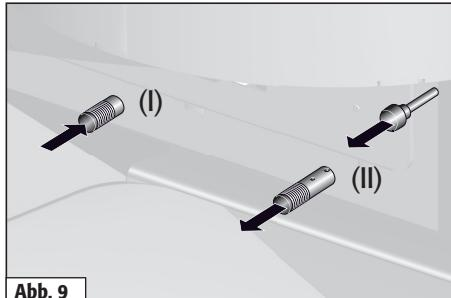

Abb. 9
Sekundärluft einstellen.	Sekundärluftschieber (II) zwischen Markierung 2 u. 3. (s. Abb.9)